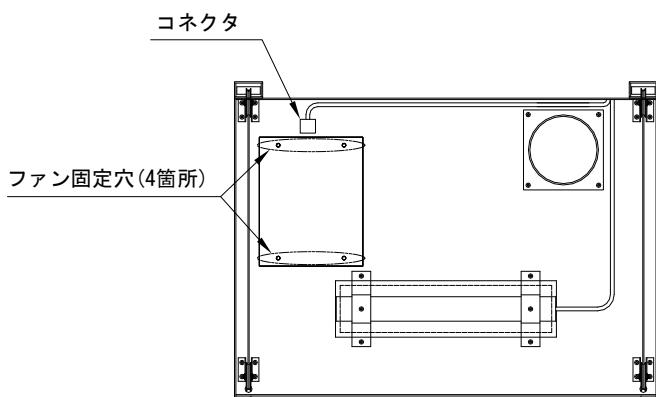
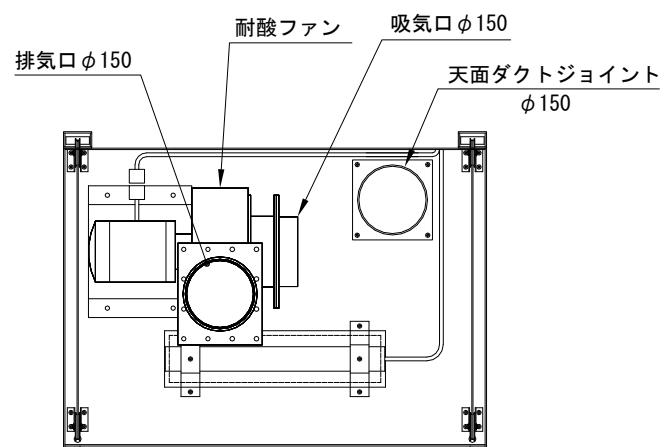

図 3
図 4
4. ドラフト天面(図 3)にファン固定用ネジが 4箇所ありますので、別梱包の耐酸ファンを図 4 と同じ向きになるようにし、ファンの台についている穴と固定用ネジを合わせて、付属のナットを使用して天面にファンを固定してください。